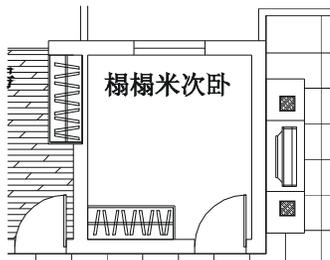

图 6-1-75
**STEP 02** 使用移动命令 MOVE 将缩短后的衣柜移动到榻榻米次卧中，其结果如图 6-1-75 所示。